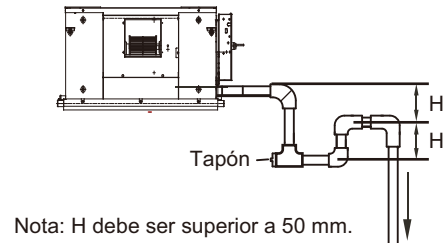

Figura 5.3 Esquema del sifón de almacenamiento de agua
- (1) Para la tubería de condensados conectada a la bandeja de drenaje principal en la unidad interior, la tubería de descarga de agua debe incluir sifón de almacenamiento de agua para evitar que la presión de carga se acumule y cause un drenaje de agua deficiente, fugas de agua o que el agua sea descargada fuera de la bandeja de condensados cuando la unidad interior está en funcionamiento.
- (2) En un escenario en el que la unidad interior funcione continuamente durante largos períodos de tiempo (48 horas o más), en operaciones continuas o en el que la humedad relativa del aire sea del 85% o superior, conecte la tubería de descarga de agua de la bandeja de drenaje secundaria a la tubería principal y, a continuación, instale el sifón de almacenamiento de agua. Instale sifón de almacenamiento de agua como se muestra en la Figura 5.3. Instálo de tal manera que sea fácil de limpiar.